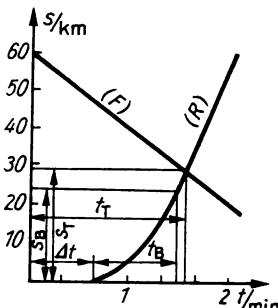

Bild 101
- 2.52 1. Lösung in Teilschritten (Bild 101):